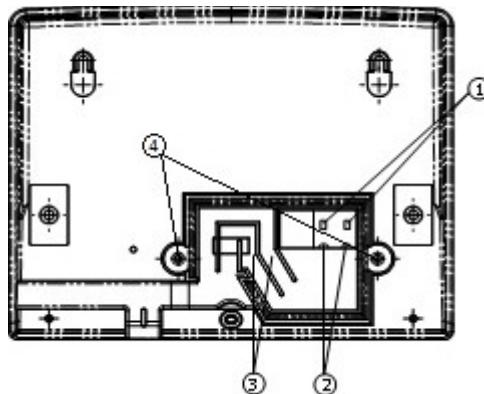

Рисунок 1 – Подключение дисплея.
- снять крышку, расположенную на задней панели дисплея, выкрутив 2 винта «4» (см. рис. 1);
- вставить подходящую плоскую отвертку в отверстие «1» (см. рис. 1) и нажать на защёлку;
- вставить подготовленный конец провода в отверстие «2» (см. рис. 1) и вытащить отвертку;
- уложить провод в пазы «3» (см. рис. 1);